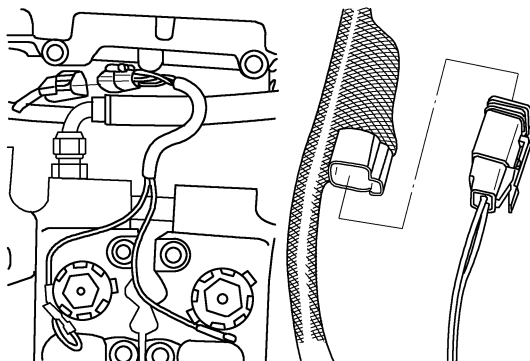

图 5-9 从 6 个喷油器电磁阀上断开发动机线束
④ 从发动机制动电磁阀上断开发动机线束，从 3 针插头上断开发动机线束，从 6 个喷油器电磁阀上逐个断开发动机线束，如图 5-9 所示。